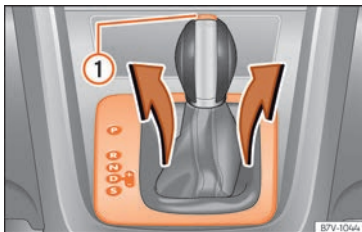

Abb. 52 Abdeckung der Schaltkulisse abbauen.
- Abdeckung im Bereich der Wählhebelmanschette nach oben ziehen »» **Abb. 52**.
- Wählhebel-Sperrtaste »» **Abb. 52**  im Wählhebelgriff drücken und Wählhebel in Stellung **N** bringen.